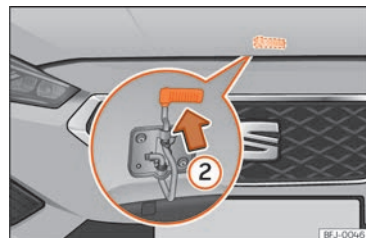

Abb. 233 Hebel unter der Motorraumklappe.
- Zum Anheben der Motorraumklappe drücken Sie den Hebel unterhalb der Motorhaube nach oben ► ► ► (Abb. 233) ②. Dabei wird der Fanghaken entriegelt.